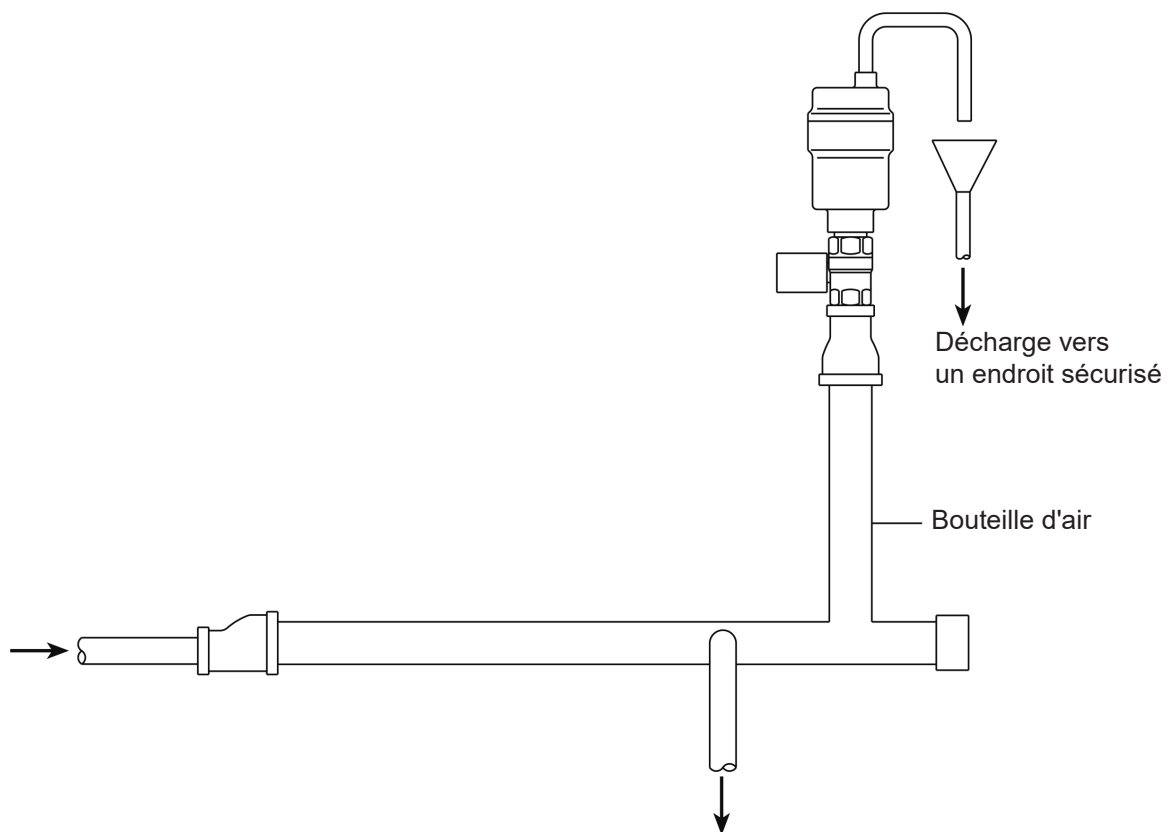

Fig. 2 - Application type
- 3.4** L'éliminateur d'air doit être installé verticalement avec l'entrée en partie inférieure. Comme pour tous les éliminateurs d'air, un suintement peut se produire lorsque des impuretés viennent se déposer sur le clapet. Pour cette raison, il est recommandé de prévoir une conduite de décharge vers un endroit sécurisé. Dans ce but, l'orifice de sortie est fileté ¼" mâle BSP ou NPT. Voir la figure 2 pour une application type.